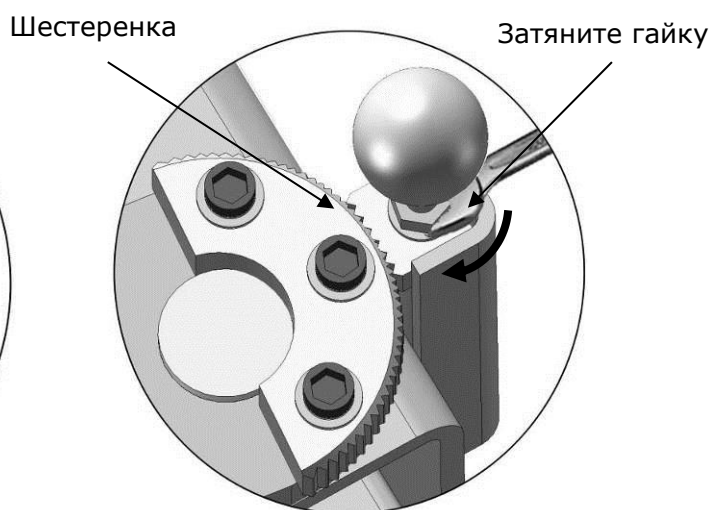

Рис. 25
4. Отрегулируйте шестеренку так, чтобы зубья плотно соприкасались с фиксатором, затем затяните гайку (См рис. 25).